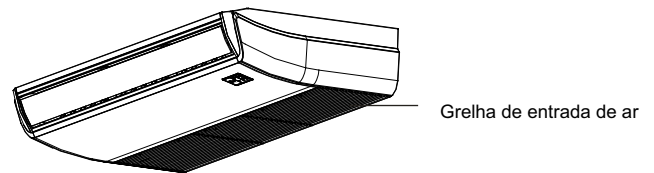

Fig.6-1
- Abra a grelha de entrada de ar com uma chave de fenda ou algo semelhante (ver Fig. 6-1)